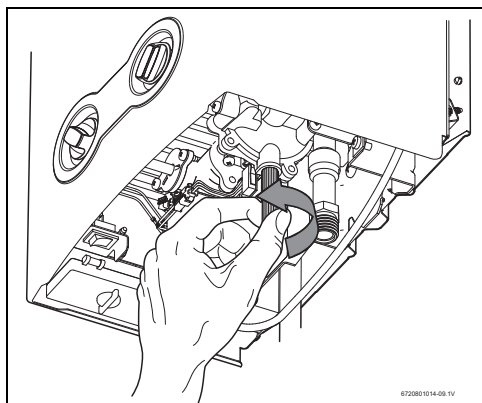

Fig. 11 Vite di scarico
- ▶ Svitare la vite di scarico dell'apparecchio (→ fig. 11).